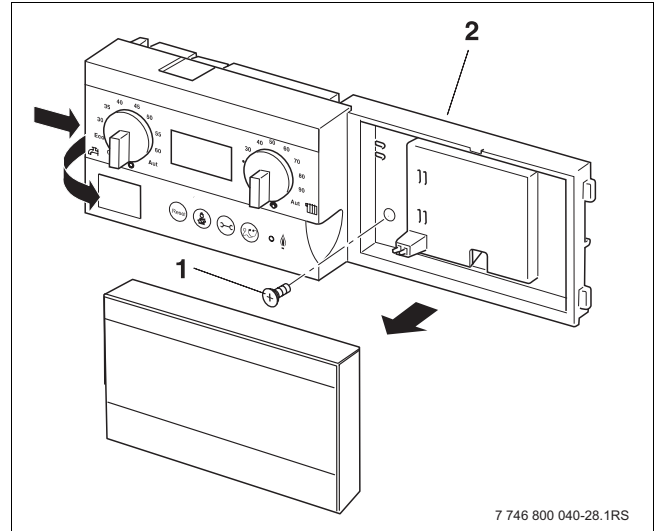

Bild 35 Sicherungsschraube lösen und Basiscontroller Logamatic BC10 herausnehmen
- Sicherungsschraube (1) lösen, Lasche links (→ Bild 35, **Pfeil**) am Basiscontroller Logamatic BC10 eindrücken und Basiscontroller (2) nach vorne abnehmen.